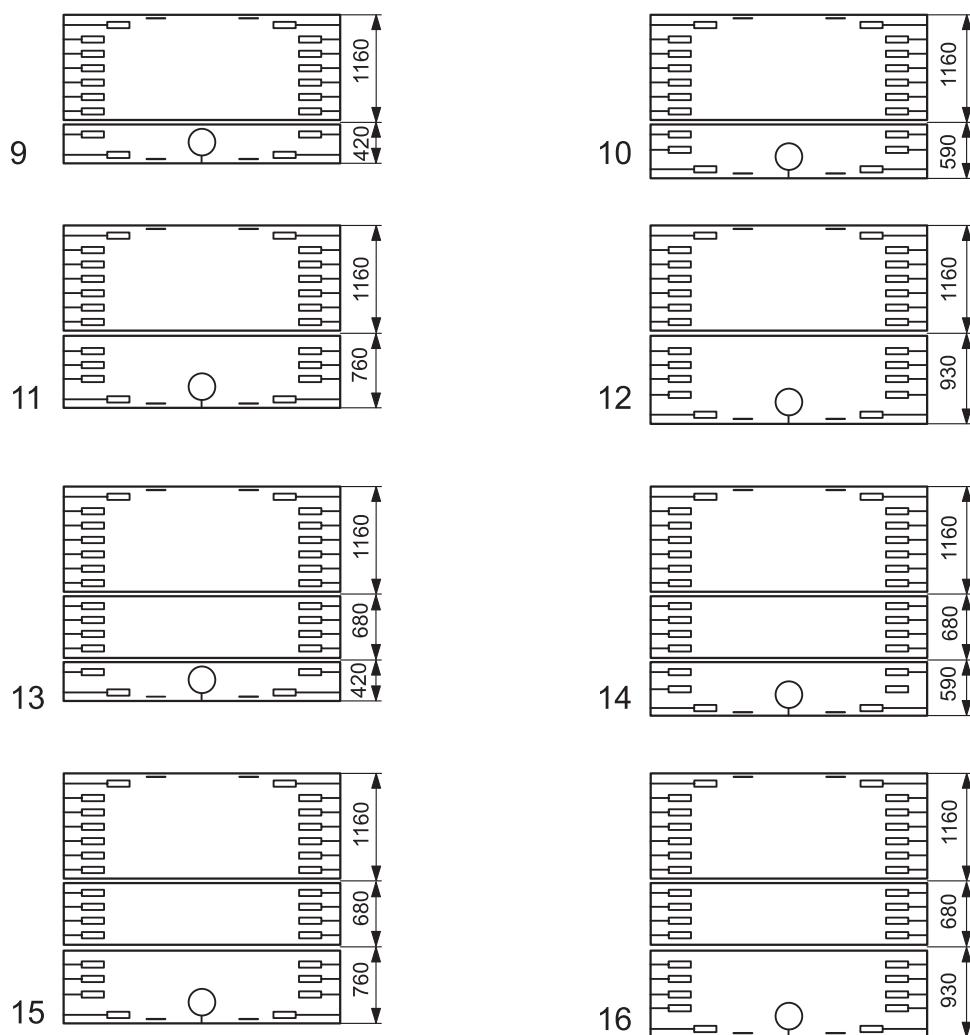

Рис. 38 Теплоизоляция для различных типоразмеров котла (размеры в мм)
- Расположить теплоизоляционные элементы на котловом блоке, как показано на схеме → рис. 38 (цифры слева рядом с котловым блоком, показанным сверху, соответствуют количеству секций котла).